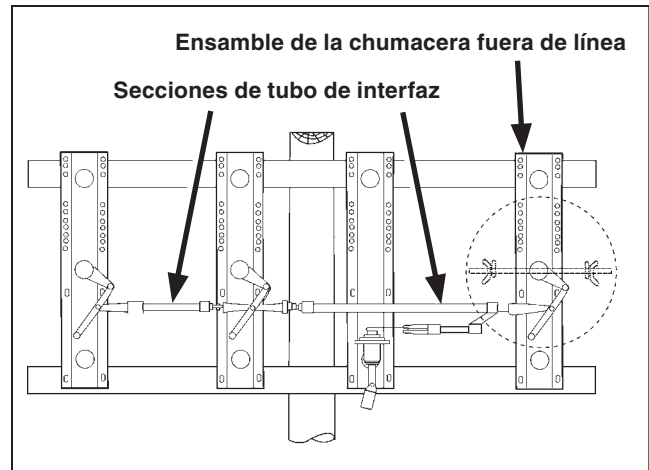

Figura 12. Tubo de interconexión conectando los polos del interruptor y la chumacera fuera de línea.
PASO 9. Instale las secciones del tubo que conectan los polos del interruptor y el ensamble (o ensambles) de la chumacera fuera de línea. Vea la Figura 12. Siga las instrucciones de la sección “Instalación de los Acoplamientos del Tubo” en la página 13.